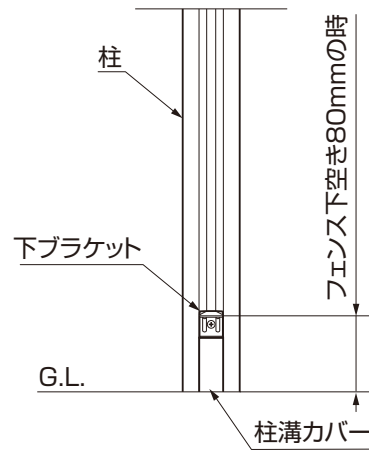

図2-7 フェンス下空き80mmの場合
- 下ブラケットが柱の柱溝カバーと接する位置に取付けた場合は、フェンス下空きが80mmになります。(図2-7参照)